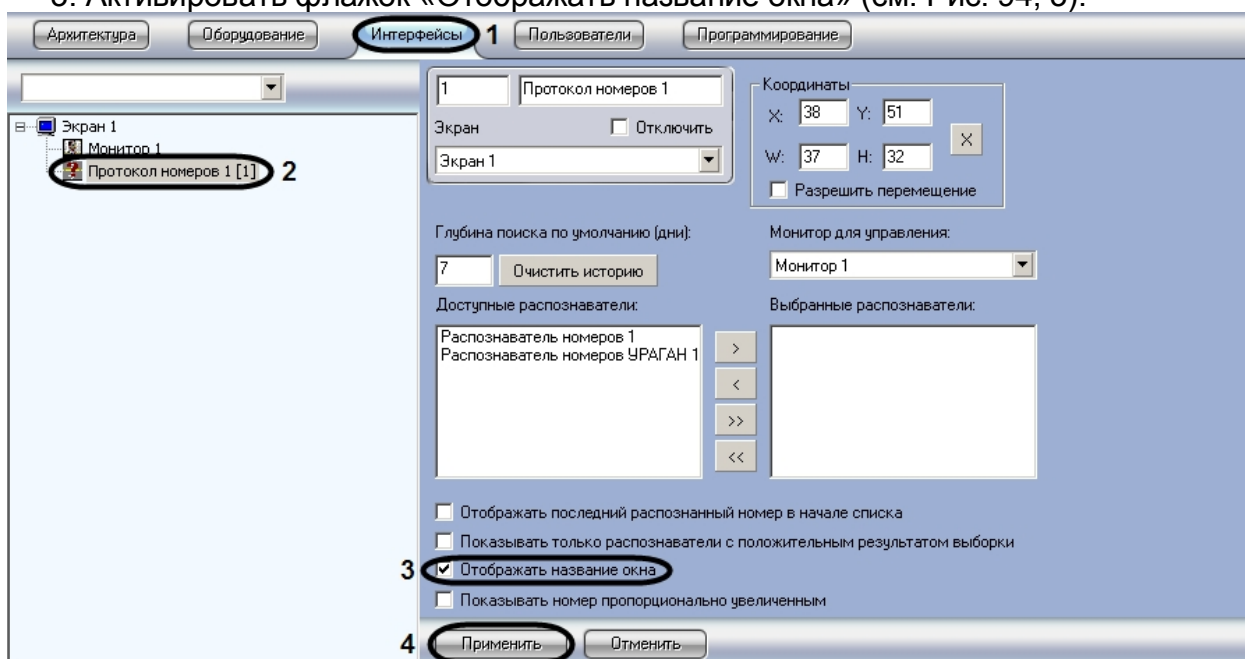

Рис. 94. Активирование функции отображения названия окна
1. Перейти на вкладку «Интерфейсы» диалогового окна «Настройка системы» (см. Рис. 94, 1).
2. Выбрать в дереве объект «Протокол номеров» (см. Рис. 94, 2).
3. Активировать флажок «Отображать название окна» (см. Рис. 94, 3).
4. Нажать кнопку «Применить» для сохранения настроек (см. Рис. 94, 4).